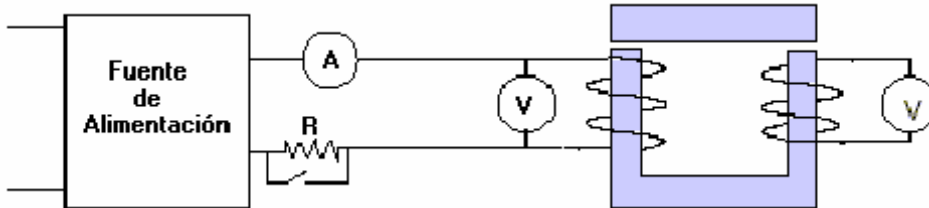

Figura 3
1- Implemente el circuito de la figura 3 con el interruptor unipolar cortocircuitando la resistencia variable.
1. Dibuje el circuito magnético de la figura 3.
2. Para la estructura magnética de la figura 3 determine la f.e.m necesaria, para establecer un flujo de 0.002 webers. La longitud del entrehierro es de 5mm. Desprecie los flujos de dispersión y considere un factor de apilamiento de 0.9 en el núcleo utilizado.